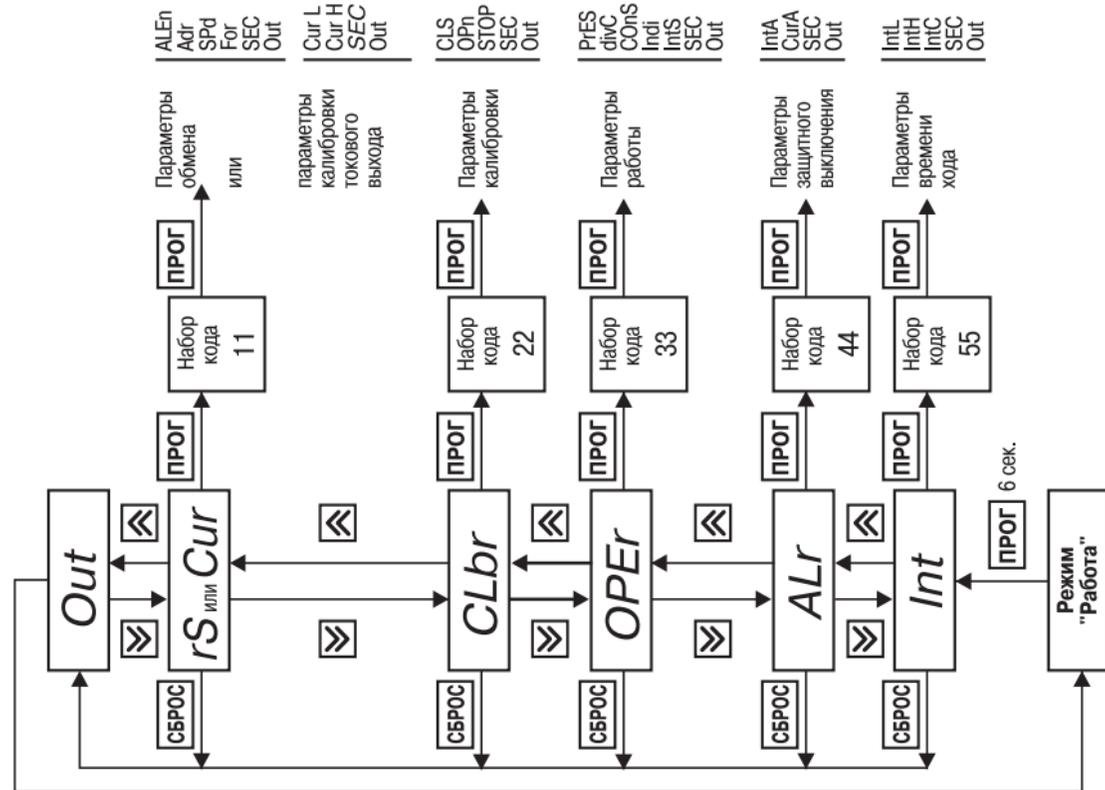

Рис. 15
6.2.2.2. Для входа в режим ПРОГРАММИРОВАНИЕ следует нажать и удерживать кнопку . На цифровом индикаторе появится название первой группы параметров «*Lnk*» (рис.15).